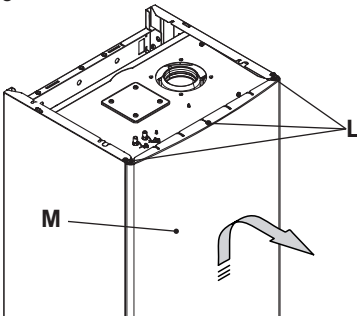

Fig. 5.22
- Togliere il pannello frontale della caldaia come illustrato. Togliere le viti L. Rimuovere il pannello frontale M spostandolo verso l'alto in modo da liberarlo dai ganci inferiori Fig. 5.22.